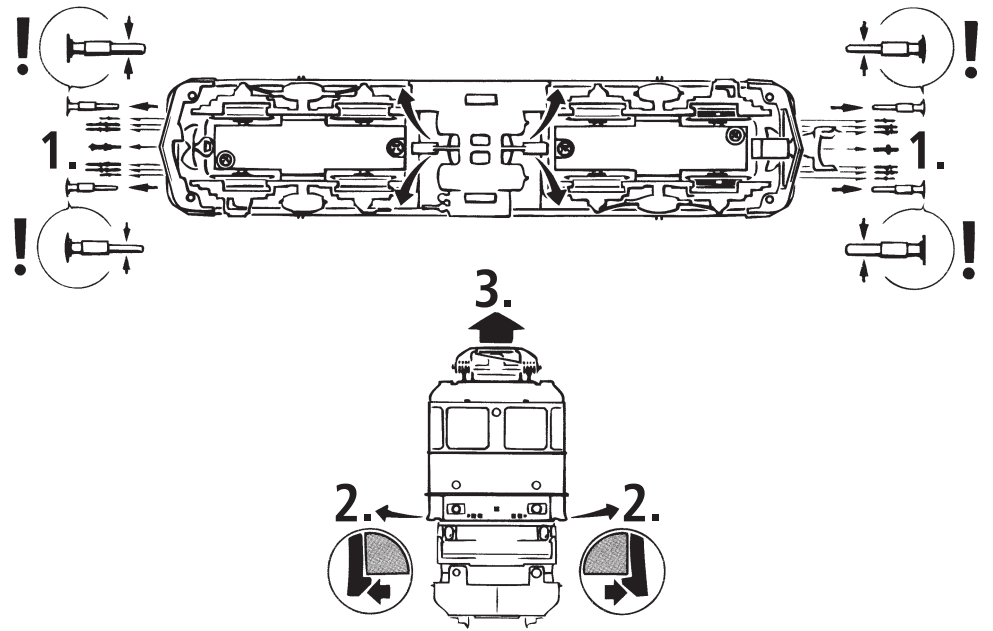

Fig. 4
3. Haftreifenwechsel: Zuerst die Drehgestellblende abnehmen (Fig. 4). Danach den **Radsatz** herausnehmen und die **Haftreifen** mit einer Nadel od. mit einem feinen Schraubendreher abziehen (Fig. 4). Beim Aufziehen der neuen Haftreifen darauf achten, dass diese sich nicht verdrehen.
3. Change of traction tyre: Remove the bogie blind. Take out **wheel set** and remove **traction tyre** using a pin or a fine screwdriver (fig. 4). When pressing on the new traction tyre please **avoid twisting it**.
3. Échange des bandages d'adhérence: Dé- montez d'abord **les flancs de bogies** des en-grenages. Délogez ensuite les essieux bandagées et enlevez, à l'aide d'une aiguille ou d'un tourne-vis fin, les bandages d'adhérence (fig. 4). Lors du montage des nouveaux bandages veuillez veiller à ce que les bandages **ne soient pas tor-dues**.